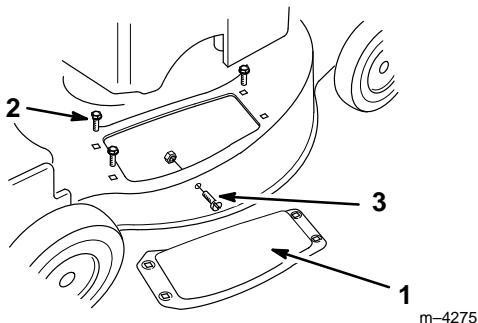

Figure 36
- Retirer les trois boulons de fixation de la plaque d'éjection au carter de tondeuse (Fig. 36). Conserver soigneusement la plaque et les boulons pour un remontage ultérieur éventuel.
- Retirer la vis et l'écrou se trouvant sur le côté du carter de tondeuse (Fig. 36). Les conserver pour les utiliser tout à l'heure.